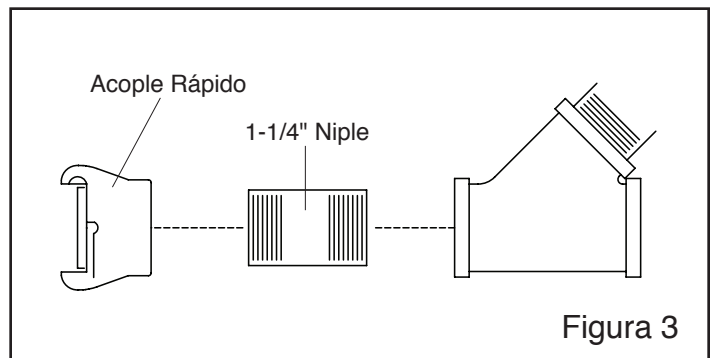

Figura 3
2.9 Instale un acople y un niple a la "Y" como se muestra en la Figura 3.